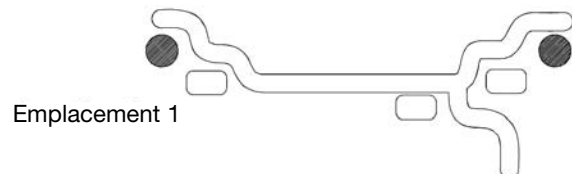

Figure 14
La plupart des travaux d'équilibrage se font au mode par défaut, le mode dynamique à deux plans – « 2 PL » (emplacement 1, voir la figure 14). Des masses d'équilibrage à agrafe seront posées à l'intérieur et à l'extérieur du rebord de la jante. Au besoin, sélectionner un mode de positionnement des masses optionnel en appuyant sur la touche Mode jusqu'à l'obtention du mode désiré.
A. DYNAMIQUE (deux plans), mode suggéré pour les jantes en acier. Dans ce cas, les masses d'équilibrage doivent être posées sur le rebord de jante. Cette fonction est sélectionnée par défaut et les témoins DEL qui correspondent au positionnement des masses d'équilibrage sont allumés (fig.14).